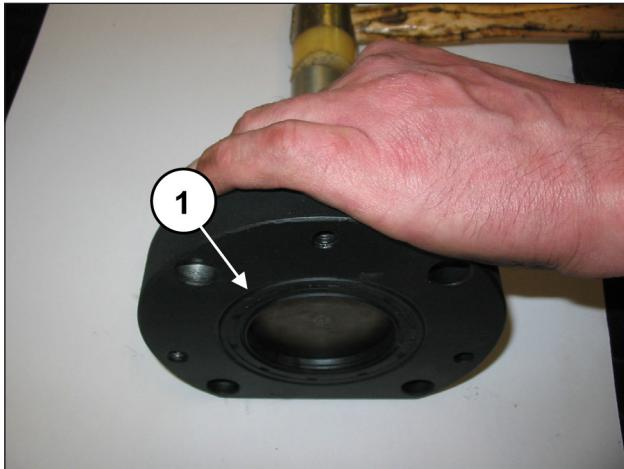
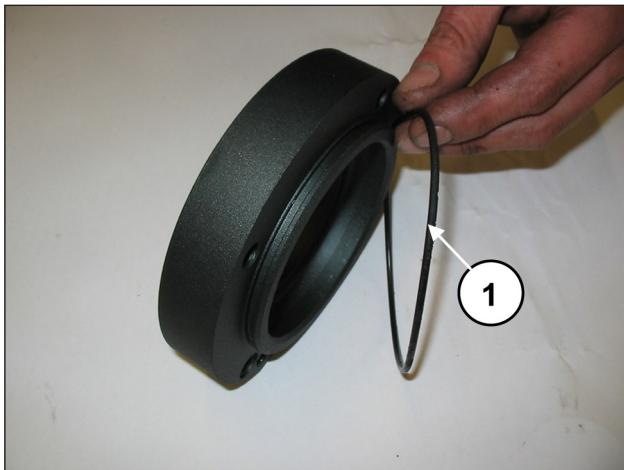
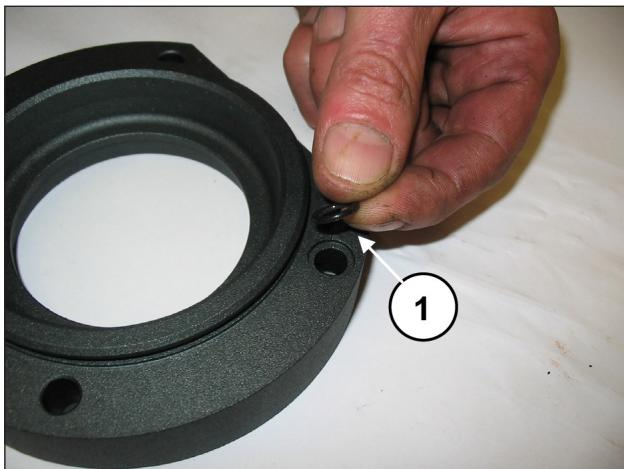

Fig. 28
Fig. 29
Fig. 30
Extraire le joint d'étanchéité radial (rep. ①, Fig. 28), le joint torique extérieur (rep. ①, Fig. 29) et le joint torique du trou de lubrification (rep. ①, Fig. 30).